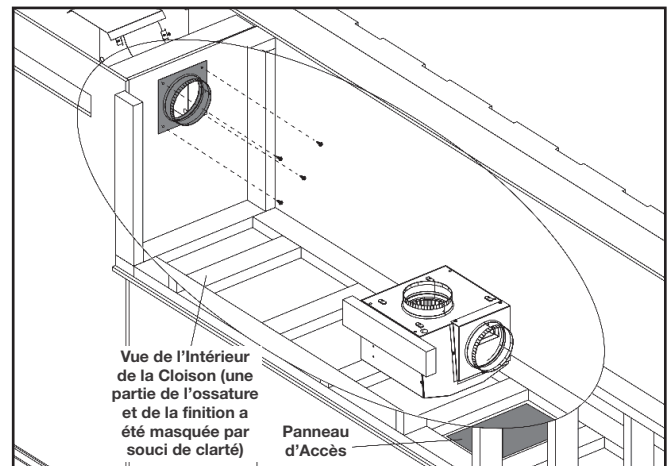

Fig. 2
2. Fixez le solin mural sur l'ensemble d'évacuation d'air chaud à l'aide de 4 vis (fournies) (**Fig. 2**).
2. Fixez la plaque du collet de 6 po (152mm) sur le trou, à l'aide d'attaches appropriées (non fournies) (**Fig. 2**).